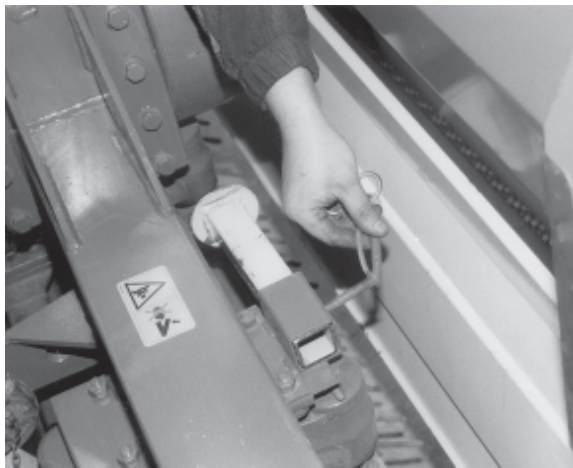

fig. 31
- fixer la béquille dans le support de rangement (fig. 31),